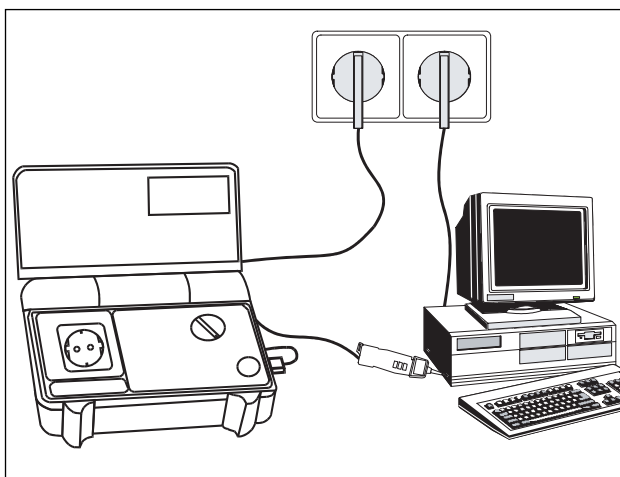

Abb. 7.35
- Mit COMMANDER 1 alle berührbaren, leitfähigen Teile des Prüflings abtasten (Abb. 7.35).